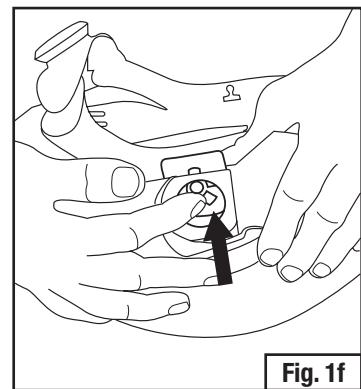

Fig. 1f
- Si vas a reemplazar la perilla de soldadura y el kit de pivote o vas a realizar una nueva instalación en un casco existente, empuja levemente hacia afuera la placa del casco (hacia fuera de la protección de la cabeza) y retira de la ranura de la protección para extraerla. Utiliza una herramienta cuidadosamente, si es necesario (por ejemplo, un destornillador manual de hoja plana) (Fig. 1f).